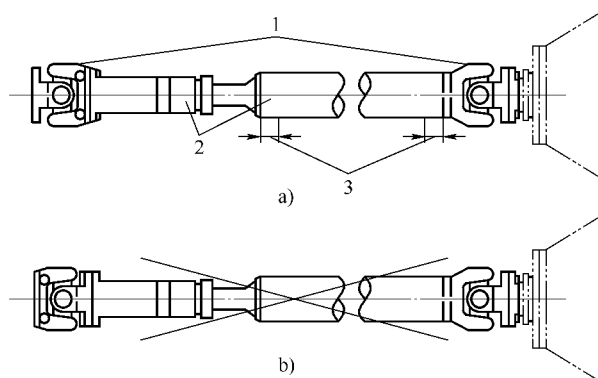

图 12-18 传动轴十字万向节的安装
要保证万向传动装置的最后输出端与输入端等角速旋转,需满足两个条件:①使第 1 个万向节的从动叉平面与第 2 个万向节主动叉平面位于同一平面内;②使第 1 个万向节所连两轴的夹角与第 2 个万向节所连两轴的夹角相等,即前万向节和变速器输出轴的夹角与后万向节与减速器主动齿轮轴的夹角相等。第一个条件是由装配来决定的。装配时将伸缩花键两端的等速排列标记(白色箭头)对正即可(图 12-18)。